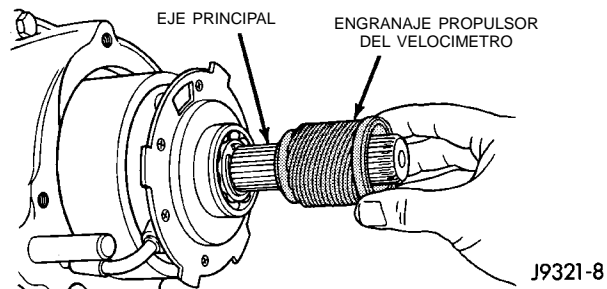

Fig. 79 Instalación del engranaje propulsor del velocímetro
- (6) Instale el engranaje propulsor del velocímetro (Fig. 79).